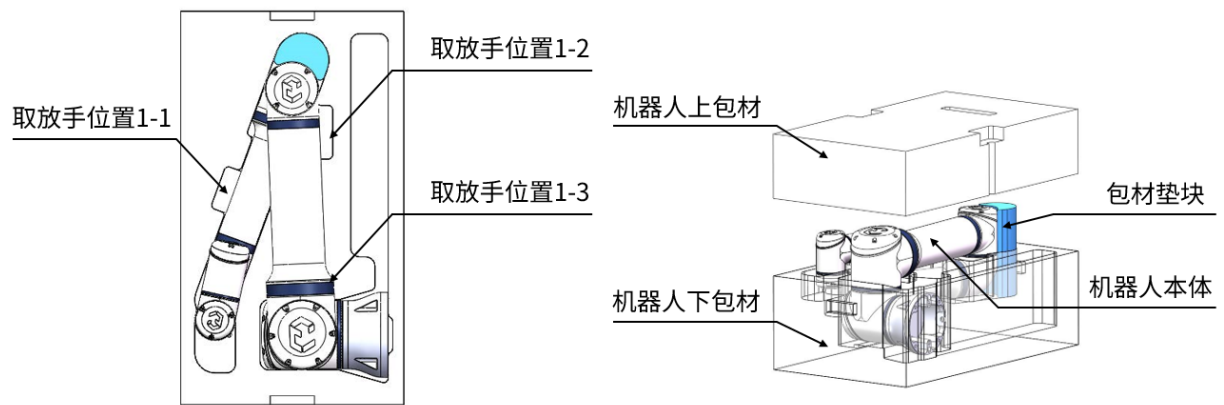

图 6-2: 机器人打包图 2
2. (A1: 180°、A2: -177.6°、A3: 157.6°、A4: -82.3°、A5: 180°、A6: -45°)，如图 6-2 所示。